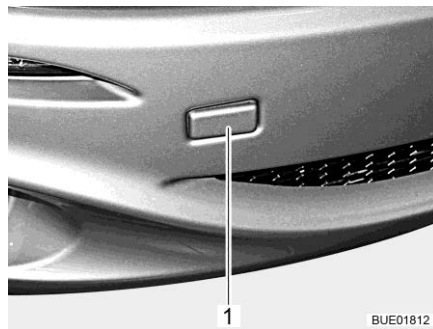

Bild 47 Lock till bogseröglans fäste (exempel)
- Tag bort plattan (Bild 47,1).